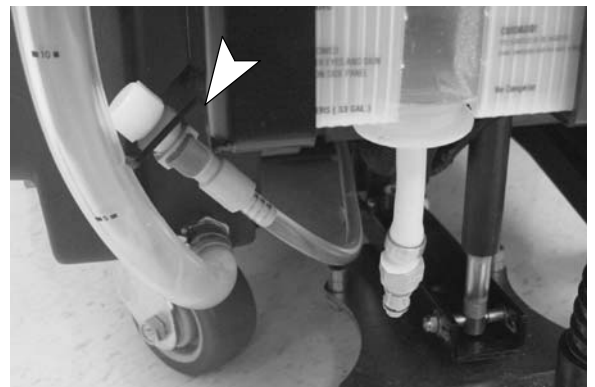

FIG. 34
6. Modèle FaST : branchez le tuyau d'alimentation FaST-PAK sur le bouchon de stockage lorsque vous ne l'utilisez pas (Figure 34). Éliminez toute trace de concentré séché du raccord du tuyau, en le trempant dans de l'eau chaude.